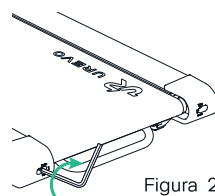

Figura 2
- Se il nastro per camminare si è spostato verso destra, utilizzare la chiave esagonale per ruotare la vite del rullo tenditore destro di $1/4$ di giro in senso orario (vedi figura 2).